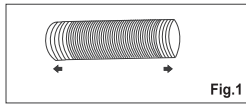
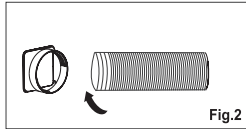

Fig.1
Fig.2
1. Extienda un lado de la manguera (Fig. 1) y atorníllela en la entrada de la manguera (Fig. 2).
Antes del cambio de unidad, la pantalla se muestra como en la fig. 1 (°C).
Después de cambiar la unidad, la pantalla se muestra como en la fig. 2 (°F).